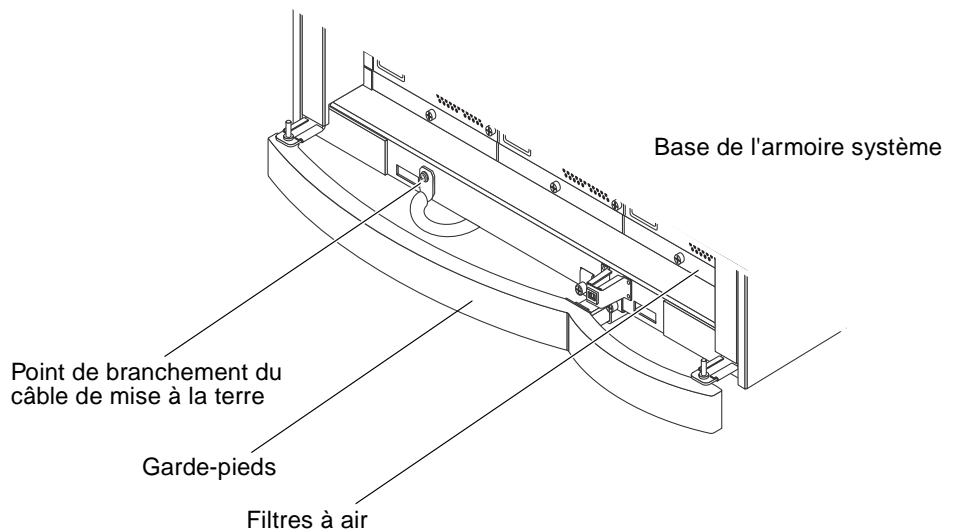

FIGURE 3-4 Point de branchement du câble de mise à la terre sur l'armoire du système
3. Branchez le câble de mise à la terre au système, derrière le garde-pieds situé au bas du cadre, comme le montre la FIGURE 3-4.